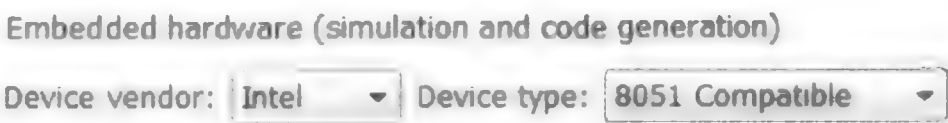

图 5.2.85 选择硬件类型
(1) 指定硬件。打开模型参数对话框,在 Hardware Implimentation 面板,设置器件类型为 Intel 8051 Compatible,如图 5.2.85 所示。